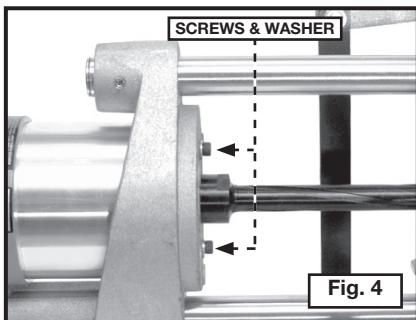

Fig. 4
- Insérez les deux ensembles de vis et rondelle (de l'étape 1) à travers le support du moteur (Fig. 4) et vissez dans les trous taraudés du carter du moteur. Serrez solidement à l'aide d'une clé Allen.